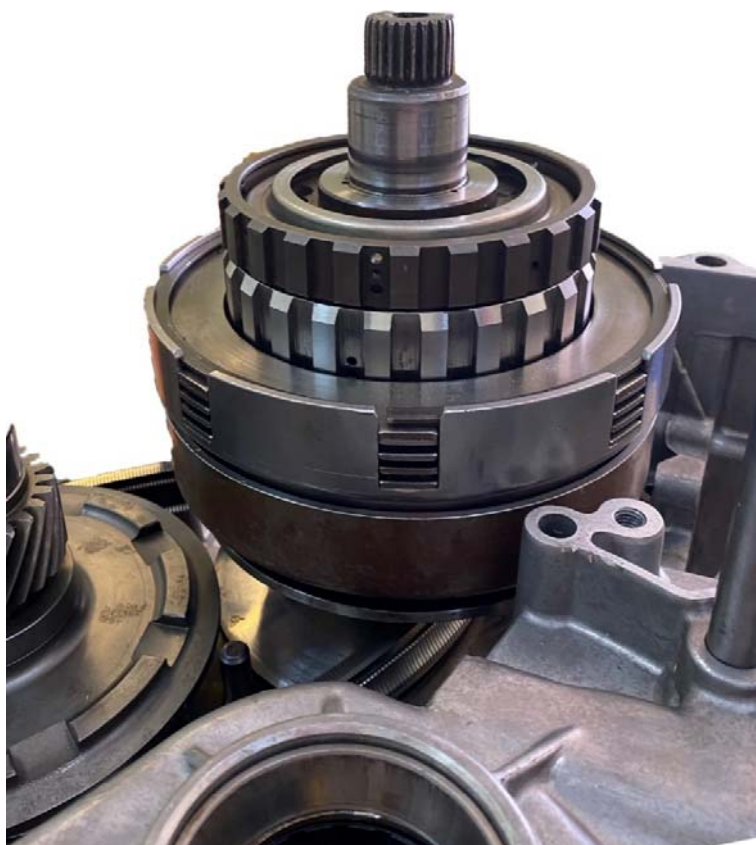

Рисунок 85 – установка планетарной передачи на ведущий шкив.
- установить планетарную передачу на ведущий шкив (рисунок 85);